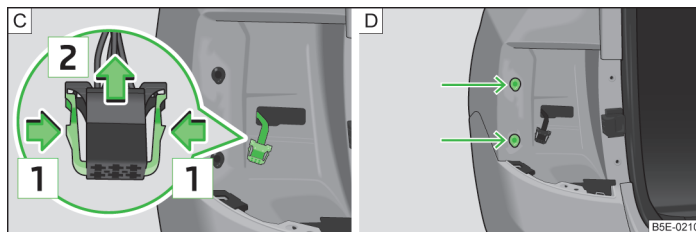

Fig. 234 Comutatorul lămpii / Montarea lămpii
- › Comprimați ambele tastele de blocare în sensul săgeții [1] » **fig. 234** - [C].
- › Introduceți lampa în locașurile din caroserie » **fig. 234** - [D].